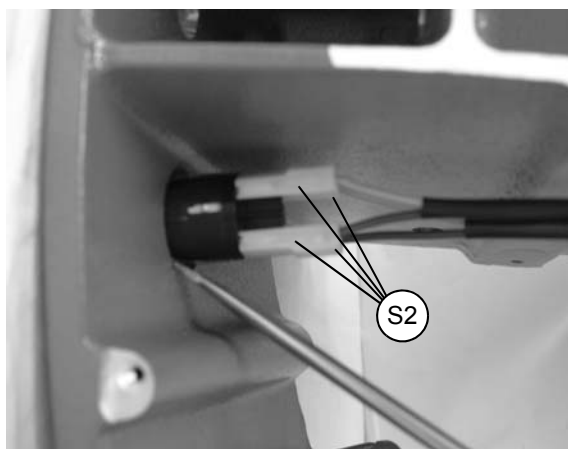

Fig. 39
- 2) Desconecte os 4 conectores (S2) (fig. 39) prestando atenção para a sua posição.